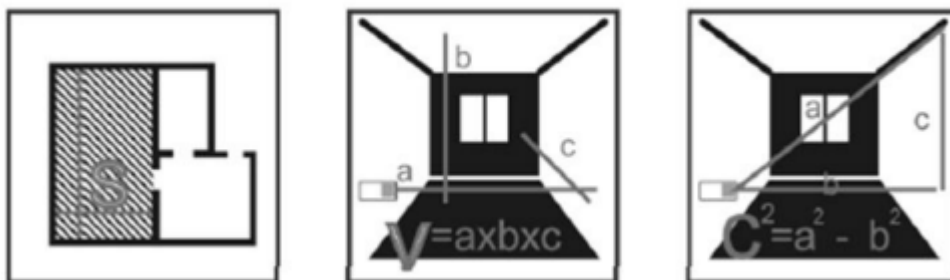

Рис. 4
Нажмите на кнопку переключения функций (10), чтобы изменить функции измерения (рис. 4 и 5); выберите соответствующую функцию и начните измерение.